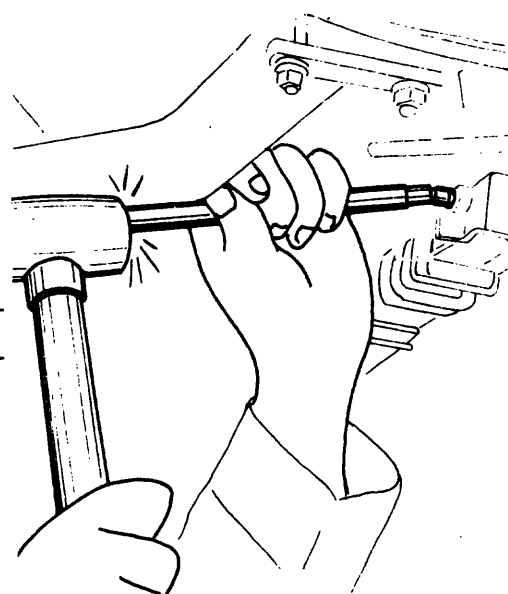

Fig. 5
- g Saque las tuercas y el pasador delantero (fig. 5).